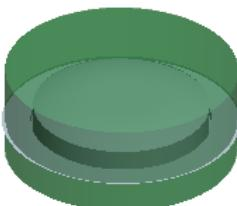
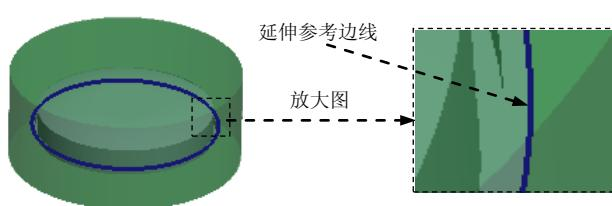

图 30.9 延伸曲面 1
图 30.10 延伸参考边线
Step5. 创建图 30.9 所示的延伸曲面 1。按住 Shift 键，选取图 30.10 所示的复制曲面的边线（为了方便选取复制边线，创建延伸特征并取消遮蔽坯料）；单击 **分型面** 功能选项卡 **编辑** ▾ 区域的 延伸按钮，此时出现 **延伸** 操控板；在延伸距离文本框中输入数值 50；在 **延伸** 操控板中单击 按钮，完成延伸曲面 1 的创建；在“分型面”选项卡中单击“确定”按钮 ，完成分型面的创建。